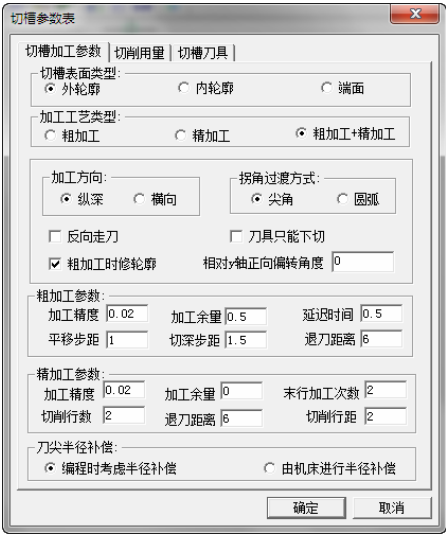

图 4-155 切槽加工参数设定
1) 单击“切槽加工参数”选项卡，设置具体参数，切槽表面类型：外轮廓；加工工艺类型：粗加工+精加工，其他参数如图 4-155 所示。